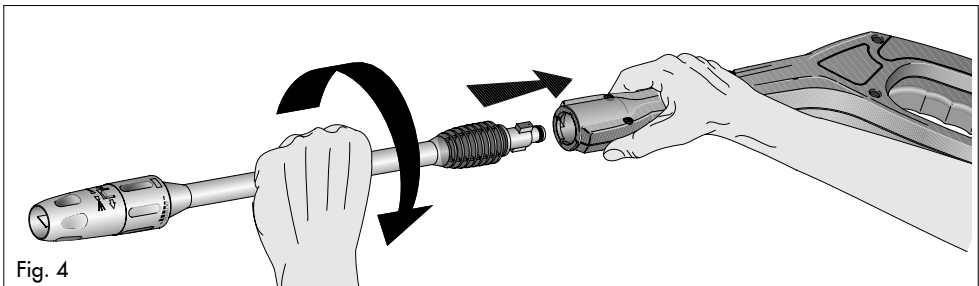

Fig. 4
6. Insert the required wand into the gun's quick connect coupling by pushing firmly and twisting wand 1/4 of a turn to lock into place. (Fig. 4)
6. Introduzcan el tubo en la unión rápida empujando energicamente y luego girando el tubo de 1/4 de vuelta para bloquearlo en su lugar. (Fig. 4)